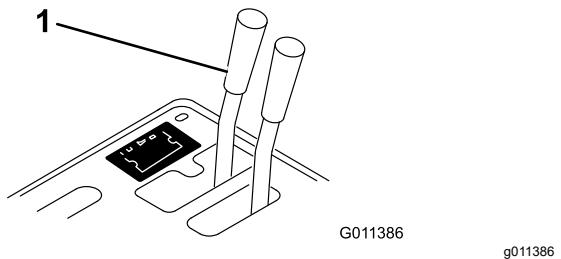

Figura 15
- Se il vostro veicolo Workman ha numero di serie 239999999 o precedente, spostate la leva di comando a distanza della valvola idraulica (Figura 15) in posizione di flottazione.